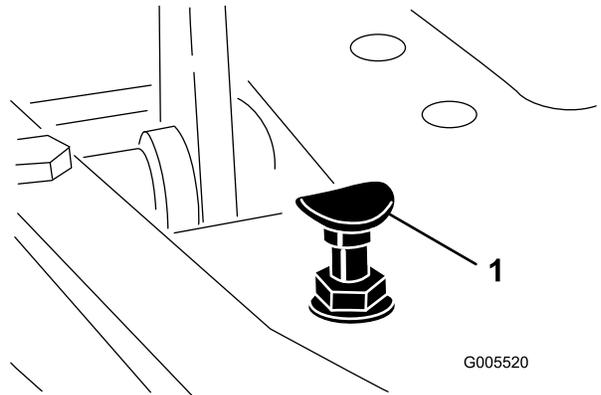

图43
要获得最大行驶速度请将功能控制杆放在行驶位置并踩下驱动踏板。如果在拉线感到张紧力之前踏板接触到限位器图 43 请执行以下调节程序
1. 将功能控制杆放在行驶位置松开将踏板限位器固定至底板上的锁紧螺母图 43。